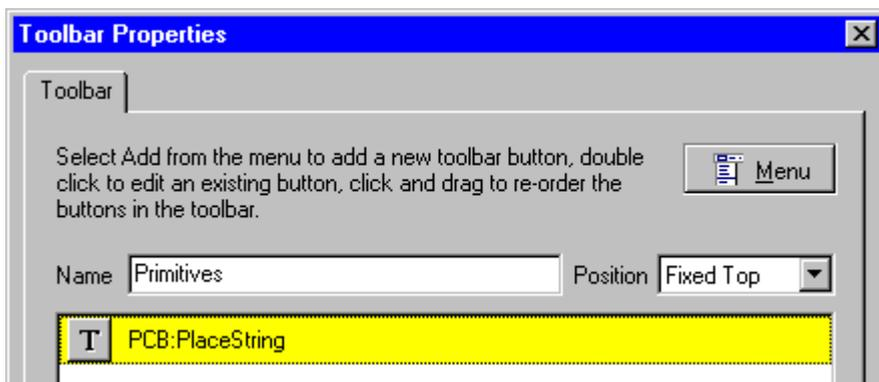

Рис. 2.28. Первая кнопка на новой панели инструментов Primitives
12. Выполните двойной щелчок левой кнопкой мыши на файле **TEXT.BMP**. Диалоговое окно **Image File** закроется и мы вернемся в окно **Button**. Обратите внимание, в нижней части окна экрана появилась кнопка с большой буквой **T** (рис. 2.28).